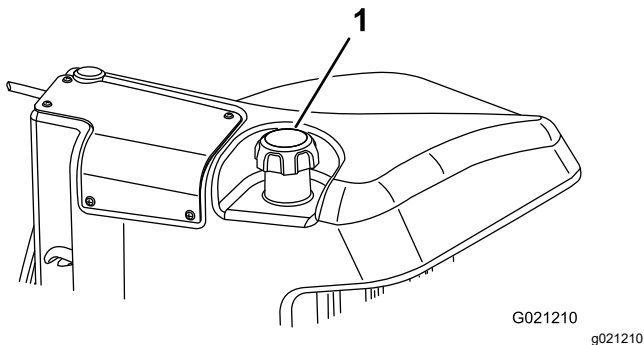

Figura 46
3. Retire el tapón del depósito de combustible (Figura 46).